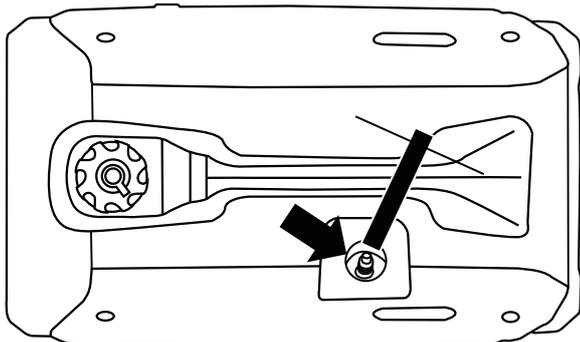

Figura 19: Rimuovere la candela con la chiave a tubo
6. Utilizzando la chiave a bussola per candele in dotazione, rimuovere la candela dalla testata (vedere la Figura 19).